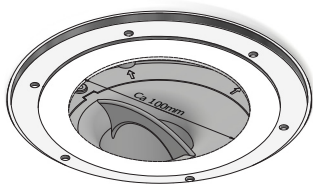

Fig. 7a
7. Monter deretter klemringen på plass igjen (vinylbelegg varmes slik at det blir mykt før klemring monteres. Skjær et rundt hull i midten av klemringen for enklere å plassere skruer i riktig posisjon). Pass på at o-ringen sitter riktig i sporet sitt. Skruer er markert med piler på sluket. (Fig. 7a og 7b)